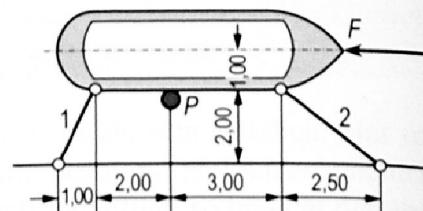

Bild 4.34: Festgemachtes Boot
6. Ein Boot wird durch zwei Seile und einen Pfahl P am Ufer festgemacht (**Bild 4.34**).